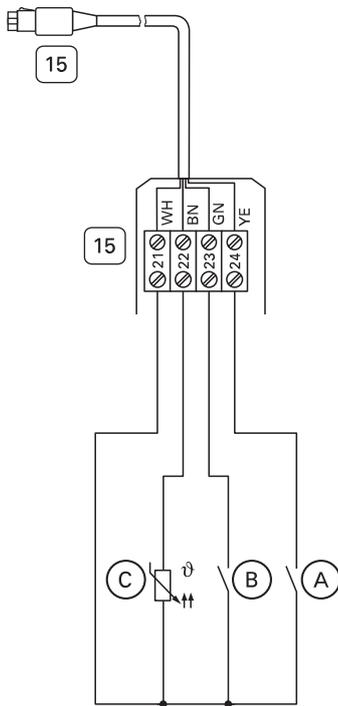

Abb. 15
2. Anschlüsse in Anschlußbox, Best.-Nr. 7450 061, entsprechend Abb. 15 vornehmen.